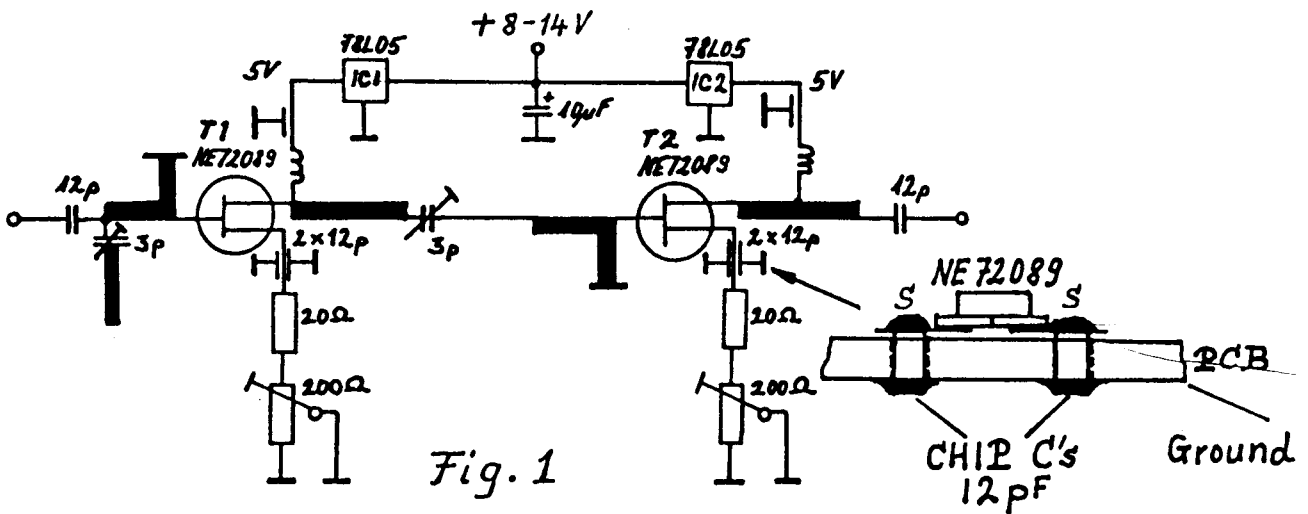
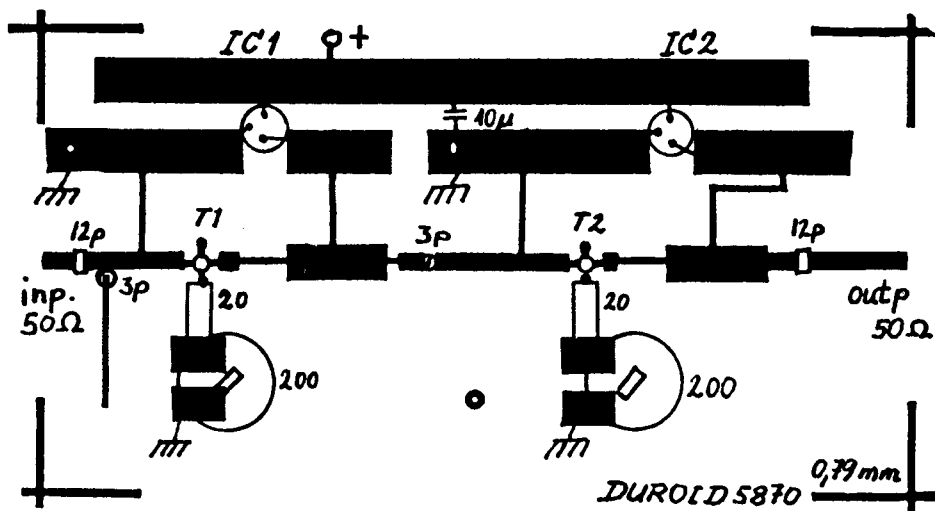

Fig. 1
Fig. 2
E. Following described amplifier can be used as preamp as well as low power linear amplifier. The circuit operates with 2 GaAs FET's factured by NEC (NE72089). Both stages produce their own negative gate-voltage automatically. For optimizing the noise figure, a variable capacitor is included in the input network of the first stage. Lowest noise-figure, abt. 3 dB, will be achieved at 10 mA drain-current on all three bands. If the amplifier is used as "small power" than a drain-current of 25 - 35 mA per stage is recommended. Fig. 1 shows the circuit diagram and the mounting of the source capacitors, Fig. 2 the placement of parts and Fig. 3 shows the pcb made from DUROIT RT5870 0.79mm thick.
D. Nachfolgend beschriebener Verstärker kann als Empfangsverstärker oder als Kleinleistungsverstärker benutzt werden. Die Schaltung arbeitet mit 2 GaAs FET's vom Typ NE72089 (NEC). Beide Stufen erzeugen sich ihre negative Gate-Spannung selber. Der Trimmkondensator CE1 im Eingangsnetzwerk der ersten Stufe dient zur Rauschoptimierung. Beste Rauschzahl erhält man bei etwa 10 mA Drain-Strom je Stufe (Mittelwert über alle 3 Bänder etwa 3 dB). Soll der Verstärker als Kleinleistungsverstärker im Sendebetrieb arbeiten, werden die Drain-Ströme auf jeweils 25 - 35 mA eingestellt. Bild 1 zeigt das Schaltbild und die Montage der Source-Kondensatoren, Bild 2 den Lageplan und Bild 3 die gedruckte Platine (aus DUROID RT5870 0.79 mm stark).